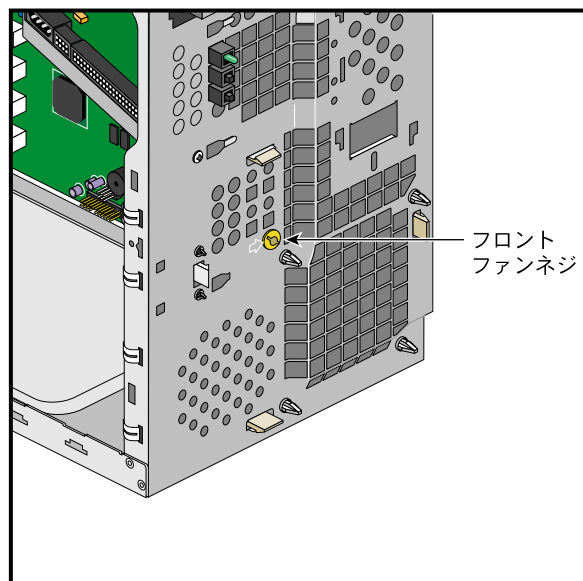

図2-20 フロントファンネジの位置
4. フロントパネルにあるフロントファンのネジを取り外します。図2-20に、ネジの位置を示します。